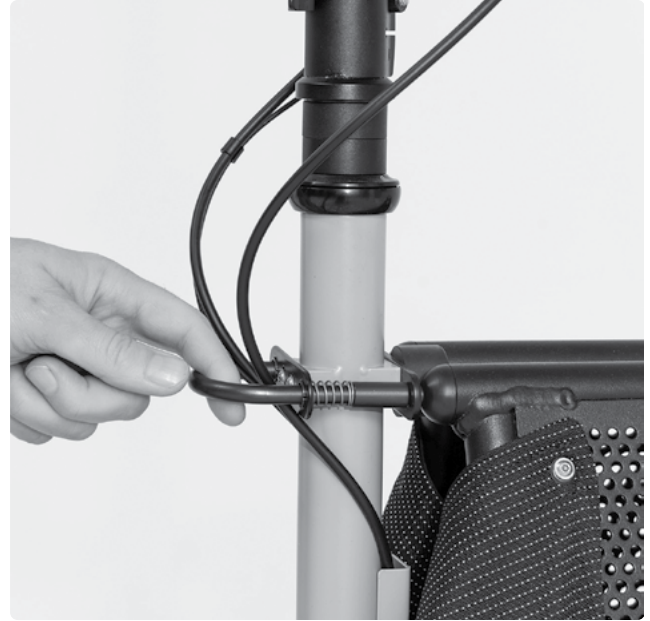

BILD 54
- För att öppna korgen, dra lätt i låsbygeln (Bild 54). Korgen öppnas utan vidare åtgärd.